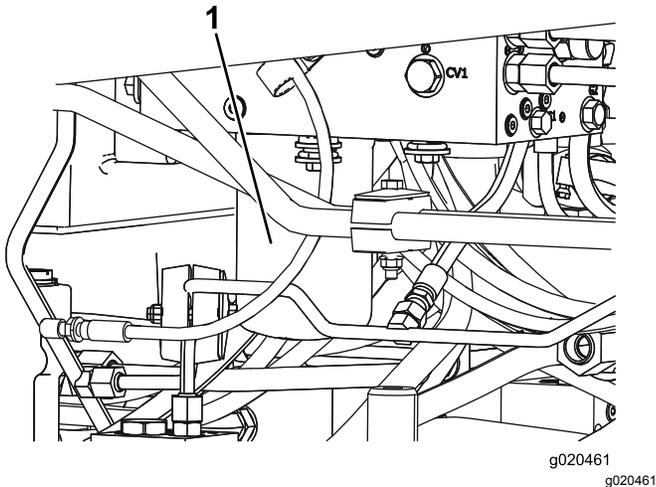

Рисунок 100
- Повторите эту процедуру для другого фильтра (Рисунок 100).